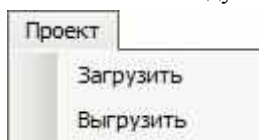

Рисунок 8.4 – Меню «Проект»
8.4 Меню **«Проект»** включает в себя следующие функции (рисунок 8.4).